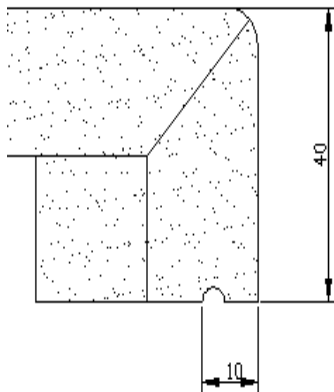
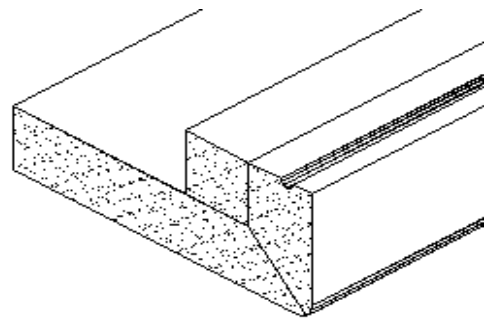

图 5-4-1
图 5-4-2
5.4.2 滴水槽工艺要求：滴水槽到下扣距离不超过 12mm，线条平齐。如图 5-4-1、图 5-4-2；